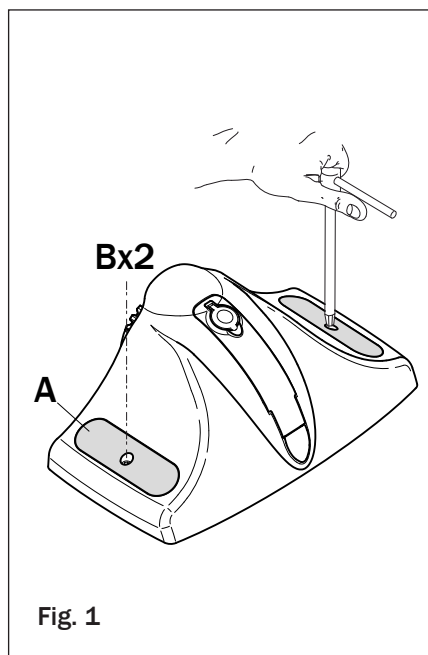

Fig. 1
- Retire as duas tampas dos parafusos desaparafusando os dois parafusos M6 [B], conforme indicado na fig. 1.
- Per un corretto allineamento e passo tra due pezzi di cremagliera, si consiglia di utilizzare un elemento di raccordo in fase di fissaggio come indicato in fig. 1.